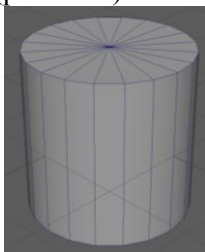

Рис. 2.11. Зображення примітиву *Cylinder (Циліндр)*
- *Cylinder (Циліндр)* (рис. 2.11):